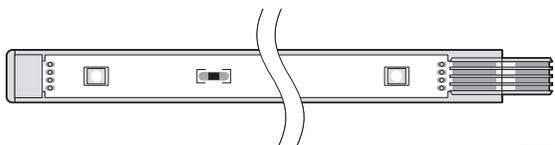

Bild 5
Die Abbildungen (Bild 5, 6) zeigen eine einfarbige LED-Platine. Für RGB-LED-Platinen sind die folgenden Arbeitsschritte identisch.
1. Entfernen Sie die Schutzkappe am Ende der LED-Platine (Bild 5, linke Seite).